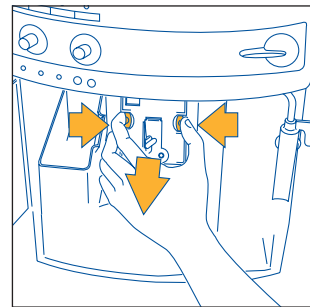

Abb.29
- Die beiden roten Entriegelungstasten der Brühinheit seitlich und gegen die Mitte andrücken (Abb. 29) und die Brühinheit herausziehen.